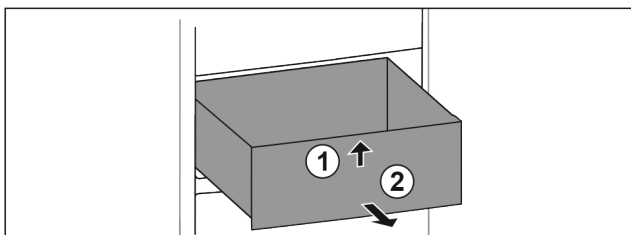

Fig. 61
- ▶ Підняти висувний ящик спереду. Fig. 61 (1)
- ▶ Вийняти висувний ящик рухом вперед. Fig. 61 (2)